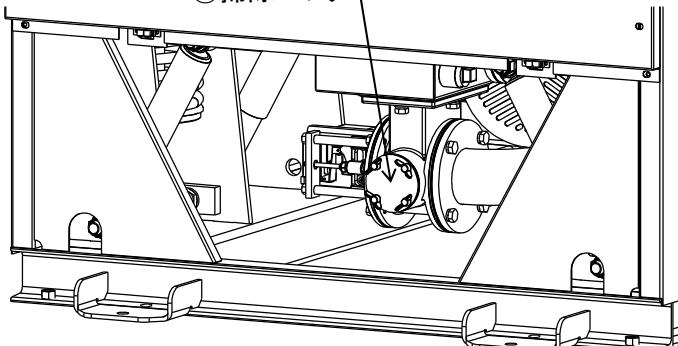

図 8-13
- ・前面下部カバーを外します。(図 8-13)
- ・前面に⑯掃除口フタが見えます。
- ・⑯蝶ナットを緩め、⑯掃除口フタと⑯掃除口フタパッキンを外します。
- ・排水弁内のゴミを取り除き、⑥排水弁補助弁表面に付着物がある場合は拭き取ります。
- ・⑥排水弁補助弁にひび割れや損傷がないか確認します。